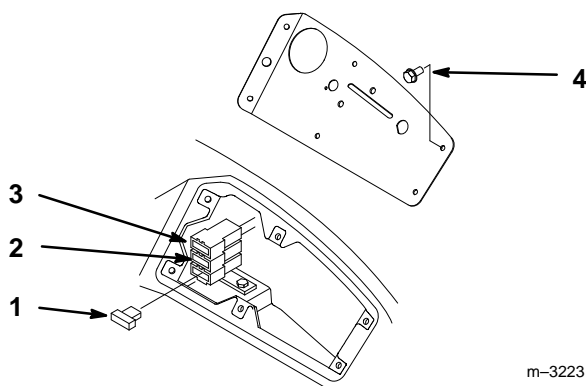

Abbildung 51
1. Die Armaturenbrettschrauben entfernen, um Zugang zur Sicherungsfassung zu erhalten (Abb. 51).
2. Sicherungen, die ausgetauscht werden sollen, herausziehen (Abb. 51).